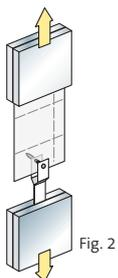

Fig. 2
- **Résistance à la déchirure au clou** (fig. 2) : Ce test évalue la capacité de la membrane à ne pas se déchirer autour d'un clou ou d'une agrafe quand elle supporte une charge. La membrane Vario Duplex supporte jusqu'à 6 kg par clou avant de se déchirer ; la membrane Stopvap, jusqu'à 12 kg.